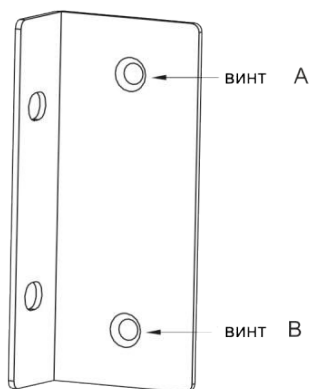

Рис. 10 Кронштейн для установки в шкаф
- (4) завинтите два винта М4, как показано на Рис. 10 (симметрично с обеих сторон, всего четыре винта).